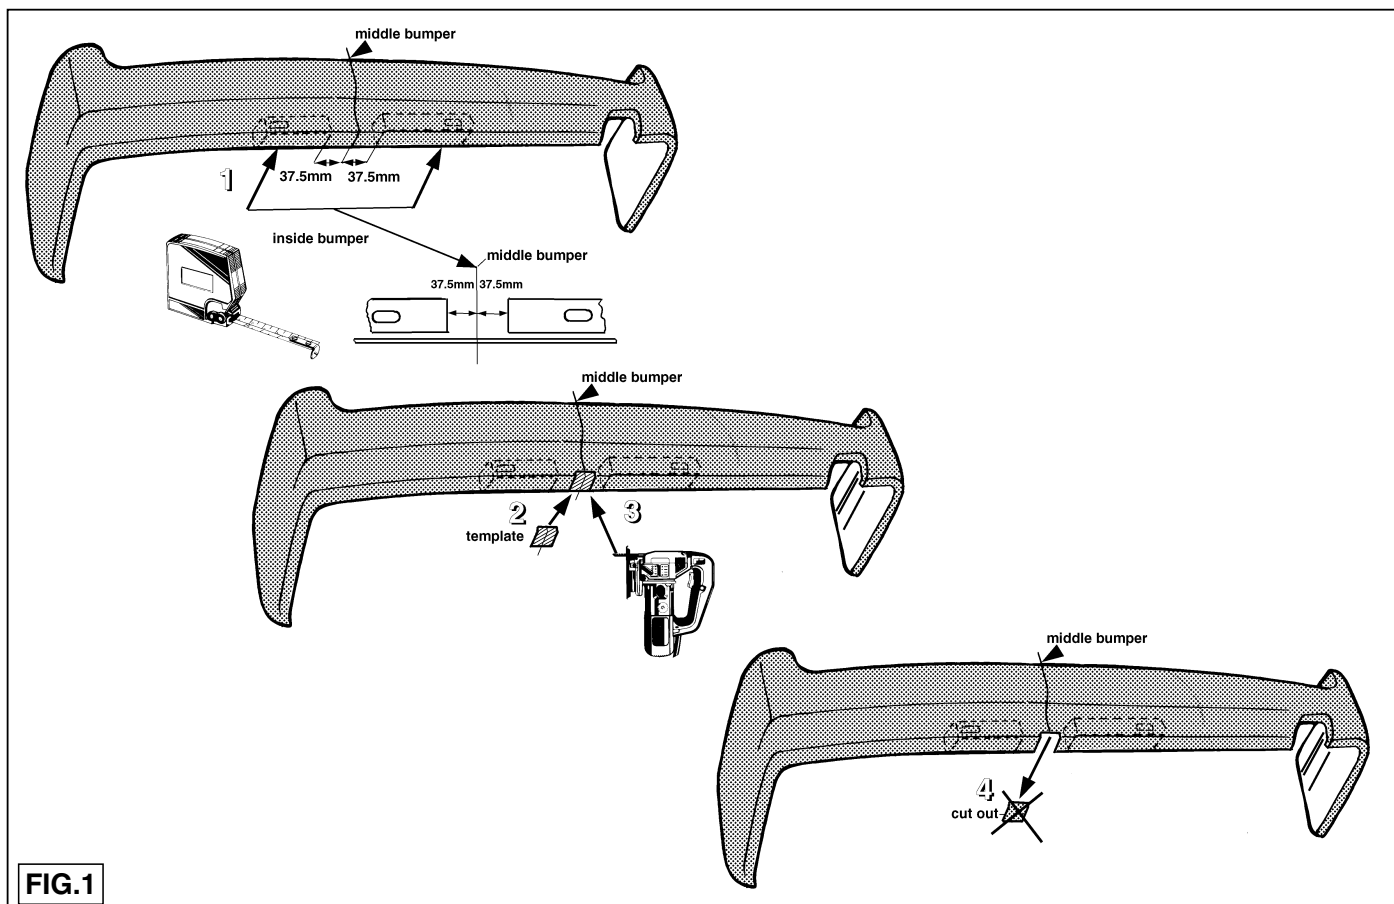

FIG.1
2. Plaats de template overeenkomstig fig.1 op de bumper en zaag het aangegeven deel uit. Zaag overeenkomstig fig.2, 15mm van de laatste uitlaatophangsteun.
2. Place the template on the bumper and saw out the indicated section, as shown in fig. 1. Saw 15mm off the rear most exhaust mount, as shown in fig. 2.
2. Die Schablone gemäß Fig. 1 an die Stoßstange anlegen und das angegebene Stück heraussägen. Gemäß Fig. 2 von der letzten Auspuffaufhängung 15 mm absägen.
2. Positionner le modèle sur le pare-chocs conformément à la fig.1 et découper la partie indiquée. Découper 15mm du dernier support de la suspension d'échappement conformément à la fig.2.
2. Colocar la plantilla sobre el parachoques de acuerdo con la fig. 1 y serar la parte indicada. Serrar de acuerdo con la fig. 2, 15mm del último soporte de fijación del parachoques.
2. Placera fasonmallen på stötfångaren enligt fig. 1 och såga ut den markerade delen. Såga av 15mm från avgasrörets bakersta upphängningsstödet. Se fig. 2.
2. Anbring skabelonen ifølge fig.1 på kofangeren og sav den afmærkede del af. Sav ifølge fig.2 15 mm af det yderste udstødningsophæng.